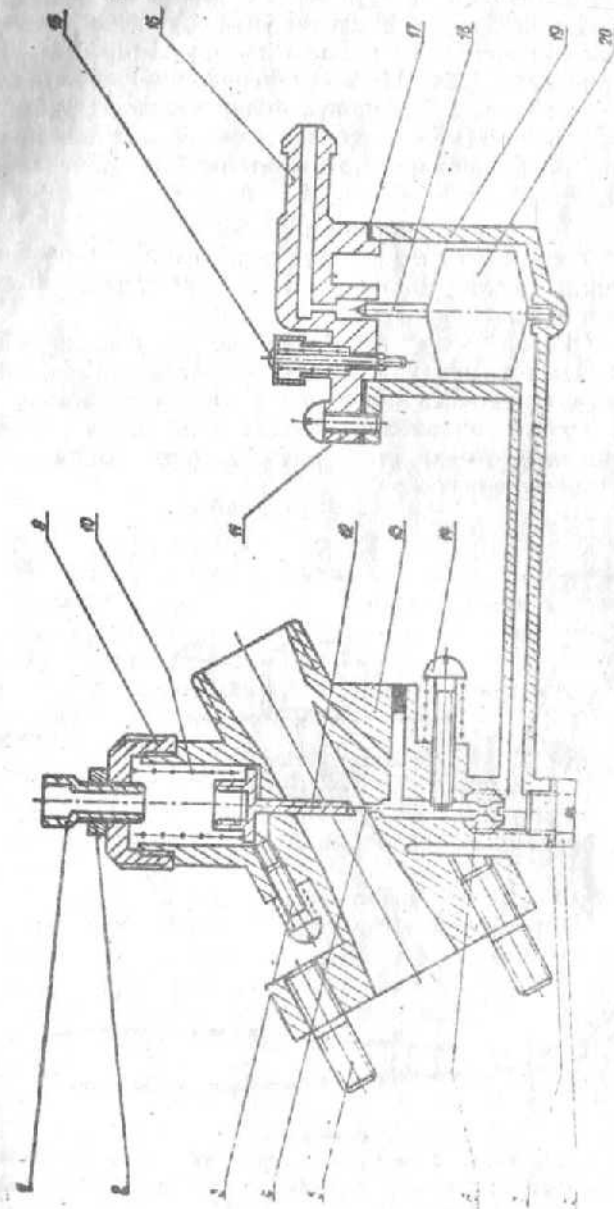

Рис. 6. Схема карбюратора КЗ4Б;
Втулка 1 имеет продольный паз 10, а втулка 2 винтовой паз 9, между которыми находится ползунок 3, соединенный с гибким тросом и дросселем 12 карбюратора (рис. 6).
Карбюратор (рис. 6) состоит из корпуса 13, крышки поплавковой камеры 11, поплавка 20 с иглой 18, дросселя 12 и жиклера 6. Топливо из бака через фильтр топливного крана по топливопроводу поступает самотеком к штуцеру крышки 16 и заполняет поплавковую камеру.
5. При положении ручки управления дросселем карбюратора на себя до упора проверить полное открытие диффузора карбюратора, для чего снять воздухоочиститель. При необходимости отрегулировать винтом 1 (рис. 6).
3. При запуске холодного двигателя следует нажать на кнопку утопителя 15 (рис. 6) до полного заполнения поплавковой камеры (топливо должно показаться из-под колпачка утопителя). При запуске прогретого двигателя нажимать на кнопку утопителя не надо.
Если двигатель глохнет, вернуть винт 3 (рис. 6) на 1÷2 оборота. При повышенных оборотах холостого хода вывернуть винт 3 на 1÷2 оборота.